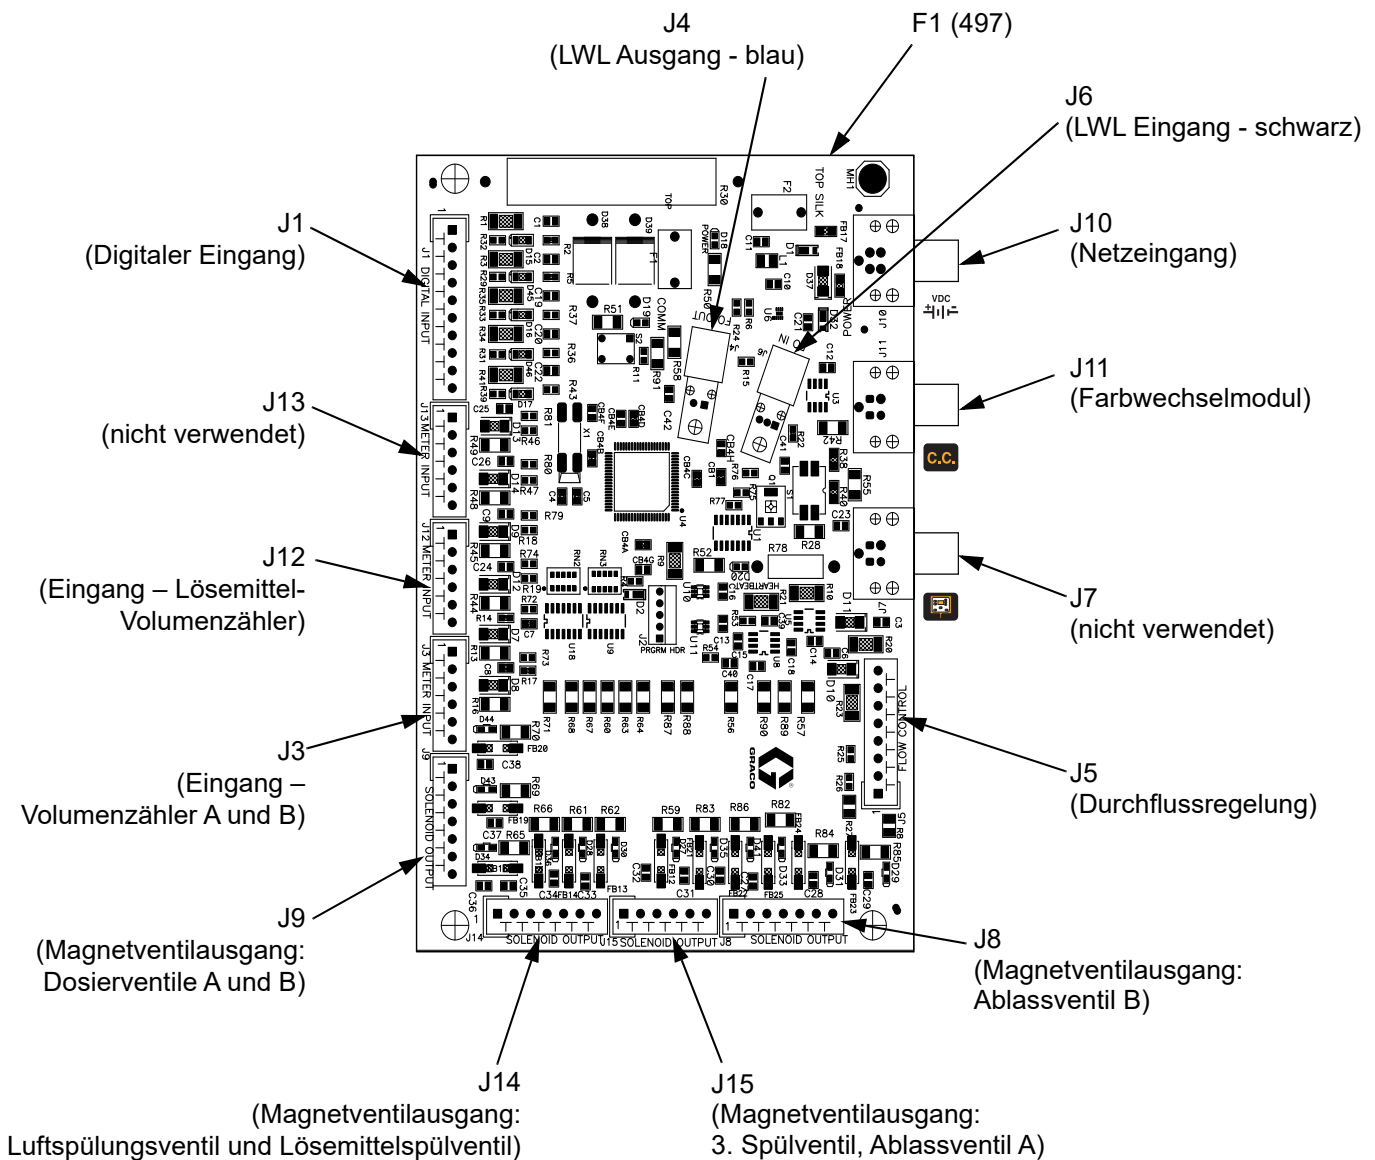
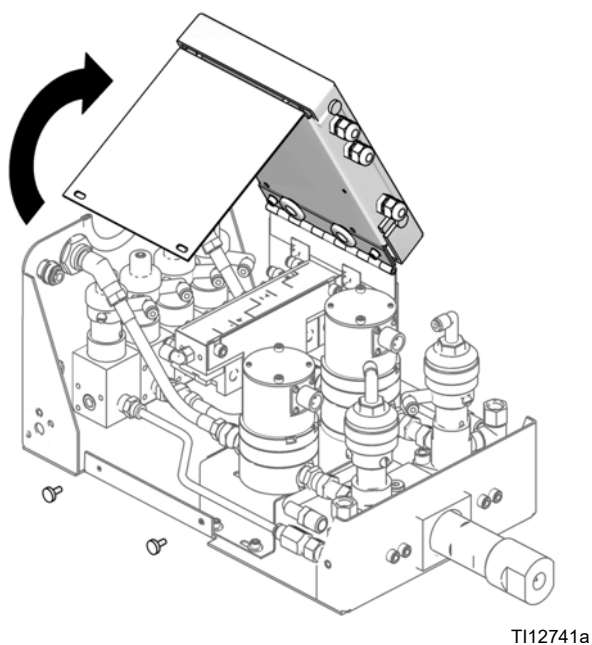

ABB. 29: Steuerplatine der Materialstation 255765
ABB. 30: Zugang zu Magnetventilen und Volumenzähler
3. Lösen Sie die Lichtwellenleiter (J4, J6) und alle Kabel (J1, J3, J5, J7, J8, J9, J12, J13, J14, J15) von der Platine (426). ABB. 29.
5. Bauen Sie eine neue Platine (426) mit 4 Schrauben (428) ein.
6. Schließen Sie die Kabel an die Platine (426) an. ABB. 29. Die Lichtwellenleiterstecker (J4, J6) in die Kartenstecker (E) stecken (blau an blau, schwarz an schwarz) und die Stecker (E) mit der Hand festziehen. Klemmen Sie die Lichtwellenleiterkabel nicht ein und knicken Sie diese nicht; der Biegeradius der Kabel darf 51 mm (2 Zoll) nicht unterschreiten.
2. Machen Sie die Position der Sicherung F1 auf der Platine aus. Siehe ABB. 29. Entfernen Sie die Schraube und den Metallstreifen.
4. Bauen Sie die neue Sicherung (497) ein.
3. Ziehen Sie die 2 Magnetschalterkabel von der Platine (426) ab. Siehe ABB. 29 und **Elektrischer Schaltplan des Systems**, Seite 35. Klappen Sie die Platine nach oben weg. ABB. 30.